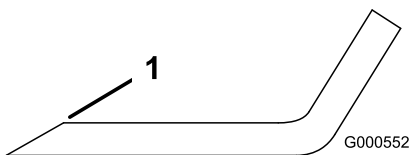

Figura 61
- Utilize uma lima para afiar aresta de corte em ambas as extremidades da lâmina (Figura 61).
**Nota:** Se lâmina não estiver equilibrada, lime algum metal da extremidade da aba apenas (Figura 61).